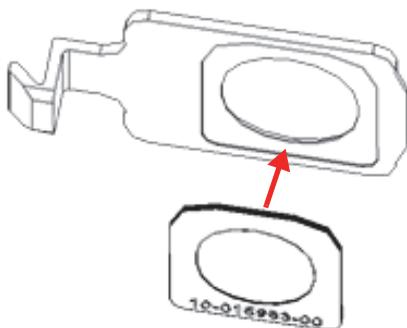

Рис. 4-8 Новое окно выровнено по контуру рамки
2. Выровняйте пленку и аккуратно прижмите ее к рамке окна (Рис. 4-8 на стр. 67).